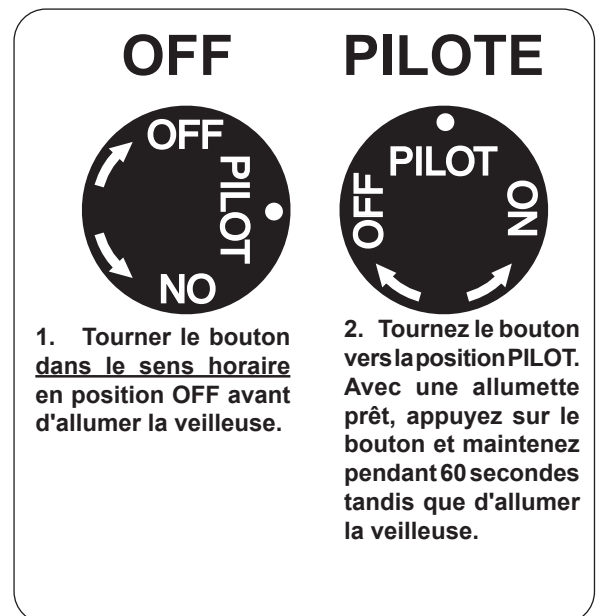

Fig. 24-1 Détail bouton de commande (OFF, PILOTE)
1. Localiser la vanne sur le côté de l'appareil. Appuyer sur le bouton légèrement de contrôle du gaz et tourner dans le sens horaire à **OFF** (Fig. 24-1).
2. Tournez le bouton de réglage dans le sens antihoraire pour **PILOTE** (Fig. 24-1). Appuyez sur le bouton de commande **fermement et pleinement** enfoncée. Tenez une longue allumette ou un briquet près du thermocouple pour allumer la veilleuse. Continuez à tenir le bouton de commande pendant environ 60 secondes après que le pilote est allumé, puis relâchez le bouton. Le pilote reste allumé.